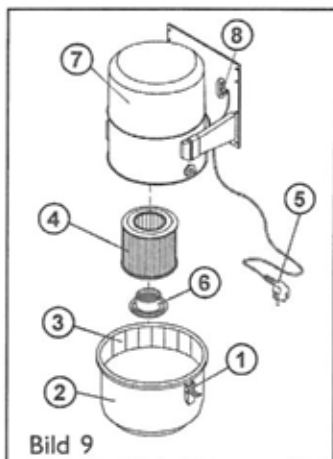

Bild 9
7.3 Entleerung des Schmutzbehälters [Bild 9]
7.4 Wartung des Filters [Bild 9]
Der Motor und die anderen elektrischen Teile sind zentral unter der oberen Schutzhaube [Bild 9; (8)] angebracht. *Die Schutzhaube darf nicht selbst geöffnet werden. Die Schutzhaube darf nur von einem Elektriker oder von einem autorisierten Allaway-Monteur geöffnet werden.*
- überprüfen Sie, ob sich der Staubsauger über den Niederspannungsanschluss (8) starten lässt, indem der Startstromkreis mit einem Draht überbrückt wird, Bild 9.
Wenn die Verstopfung gefunden wurde, lösen Sie den Staubsauger von seinem Platz und überprüfen Sie, dass sich die Verstopfung nicht in den Schlauchanschlüssen des Staubsaugers befindet. Verbinden Sie das Ansaugrohr des Staubsaugers über den Saugschlauch mit dem verstopften Zweig zur Saugdöse (oder wenn die Verstopfung im unteren Rohrsystem ist, mit der nächstliegenden Saugdöse). Starten Sie den Staubsauger mit dem Metalldraht vom Niederspannungsanschluss (8), [Bild 9] und gehen Sie an den eigentlichen Platz des Staubsaugers, schließen/öffnen Sie die Öffnung des Ansaugrohrs mit der Handfläche, dies verursacht Unterdruckstöße an der Verstopfungsstelle. Wenn sich die Verstopfung nach 10-15 Sek. nicht gelöst hat, lösen Sie den Staubsauger von der Saugdöse so, dass die Turbine zwischendurch Luft bekommt und sich nicht überhitzt. Wiederholen Sie den Versuch nach ca. einer Minute.
Starten Sie die Zentraleinheit bei geschlossenen Saugdosen vom Niederspannungsanschluss (8) mit einem Metalldraht [Bild 9]. Falls ca. 10 Sek. nach dem Einschalten Luft aus dem Ausblasrohr kommt, gibt es im Rohrsystem eine undichte Stelle, die lokalisiert und abgedichtet werden muss. *Das Gerät darf nicht länger als 20 Sekunden bei geschlossenen Saugdosen in Betrieb sein*, da bei vollkommen dichter Installation die Turbine keine Luftzufuhr bekommt und sich überhitzt und evtl. beschädigt wird.